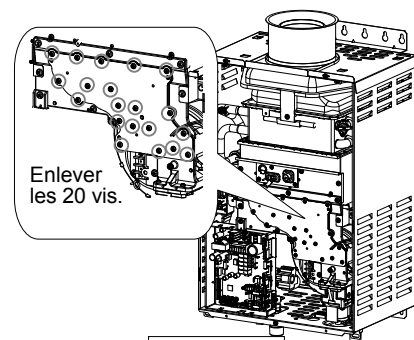

Figure 1
- Utiliser un tournevis Phillips pour enlever les **20 vis** sur la plaque du collecteur illustrée dans la Figure 1.
- Après s'être assuré que les buses de collecteur sont bien fixées, installer le couvercle du collecteur en utilisant les 20 vis qui ont été enlevées à l'étape 5. Voir Figure 1.